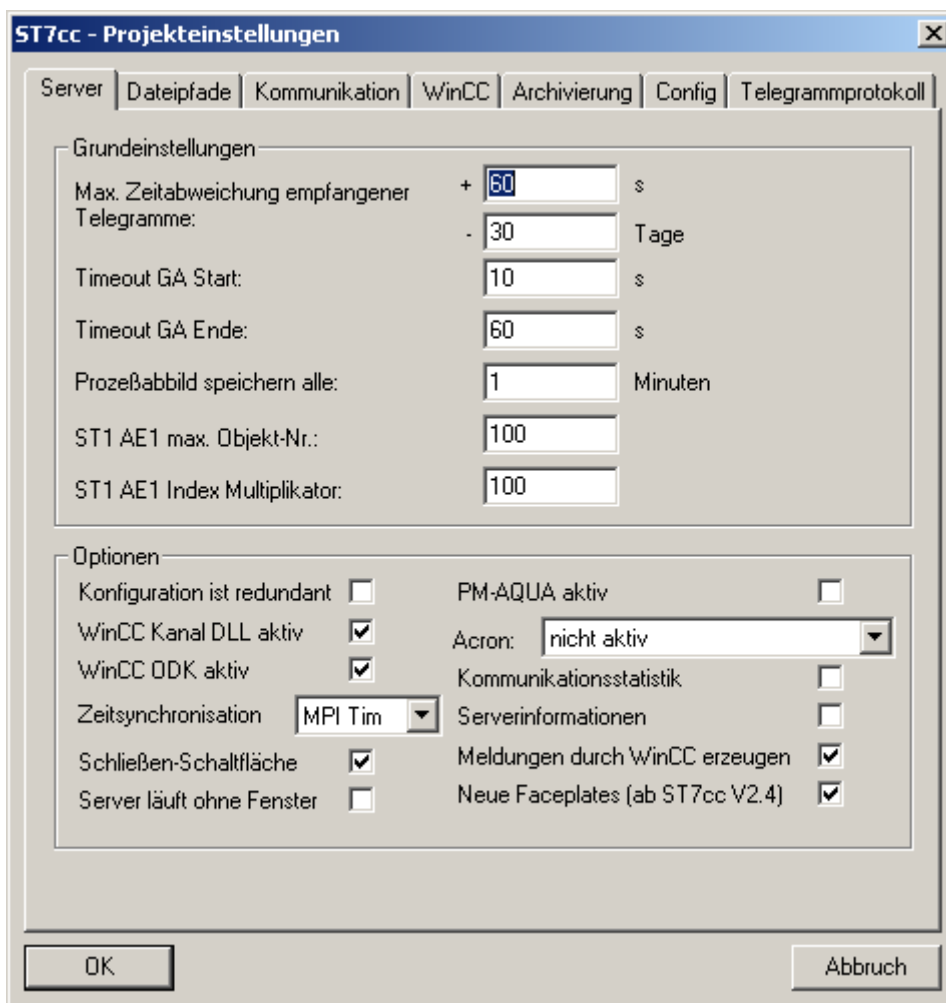

Bild 8-1 Aktivieren der Funktion *CSV-Archivierung aktiv*
2. Aktivieren Sie die Funktion *CSV-Archivierung aktiv* (siehe Bild 8-1).